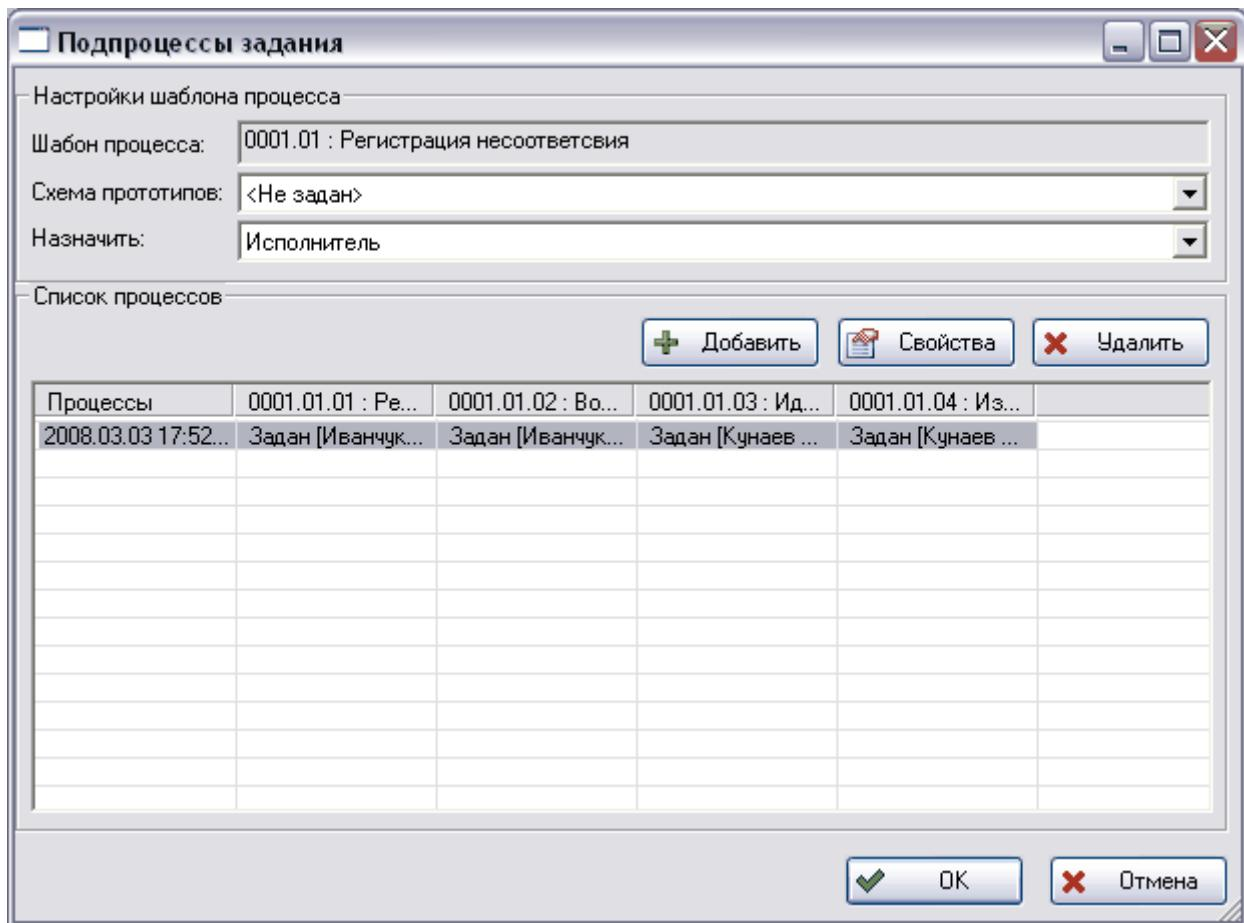

Рис. 28 Подпроцессы задания
2. В появившемся диалоговом окне **Подпроцессы задания** введите необходимые параметры (Рис. 28).
- Список процессов** – список создаваемых процессов. Для создания нового процесса по текущему шаблону и добавления его в список нажмите на кнопку **Добавить**. Для удаления выбранного процесса из списка нажмите на кнопку **Удалить**. Для просмотра и редактирования свойств процесса выделите его и нажмите на кнопку **Свойства**. После этого появится диалоговое окно **Свойства процесса** (Рис. 28).